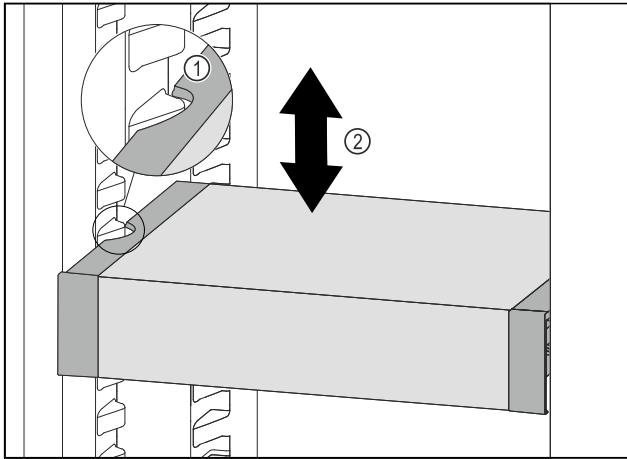

Fig. 92
- ▶ VarioSafe nach vorne ziehen, bis sich die seitlichen Aussparungen des VarioSafes auf Höhe der Behälterrippe im Kühlteil befinden. Fig. 92 (1)
- ▶ VarioSafe im Kühlteil nach oben oder unten bewegen, bis gewünschte Höhe erreicht ist. Fig. 92 (2)